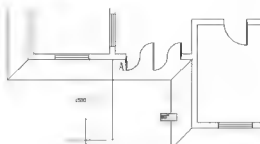

图 2.89 光标向下拖动并输入“1500”
⑤ 在指定下一个点或 [圆弧(A)/半宽(H)/长度(L)/放弃(U)/宽度(W)]: 提示下，将光标垂直向下拖动，输入“1500”后按 Enter 键，如图 2.89 所示。